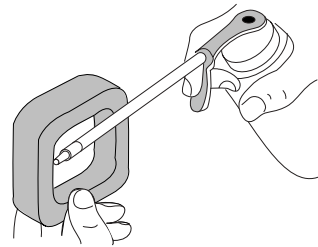

Figure 46
4. Appliquez une quantité suffisante d'huile moteur propre SAE 30 pour enduire légèrement le filtre (Fig. 46).